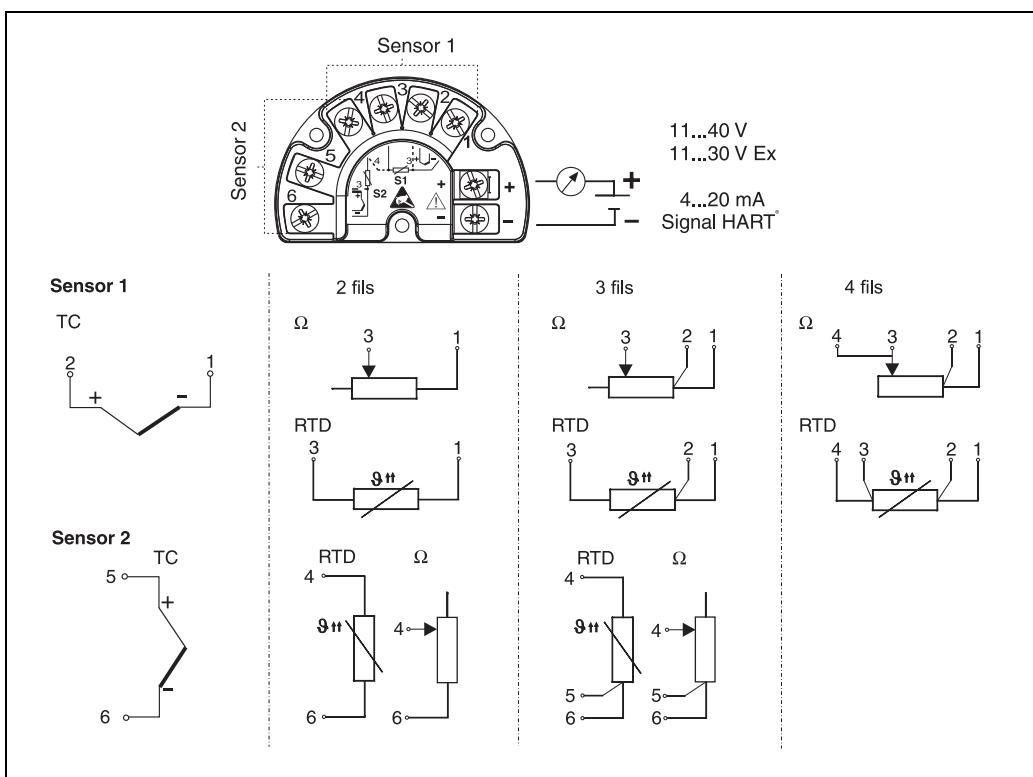

fig. 5: Câblage du transmetteur de terrain
3. Raccorder les câbles selon → fig. 5.
L'occupation des bornes pour le raccordement du capteur se trouve à la → fig. 5.
L'occupation des bornes est-elle correcte ? Comparer le schéma de raccordement du bornier ou → fig. 5.	Voir schéma de raccordement sur le boîtier